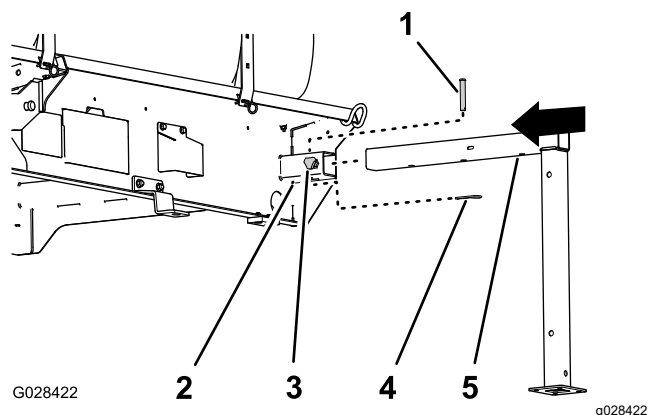

図 135
1. 前用のジャッキスタンドを、タンク前部のジャッキスタンド受けに合わせる **図 135**。
2. ジャッキスタンドをスタンド受けに差し込み、スタンドの水平チューブの中央の穴をジャッキ受け上部の穴に整列させる **図 135**。
4. ジャッキ受けにロックノブを取り付けて手締めする **図 135**。